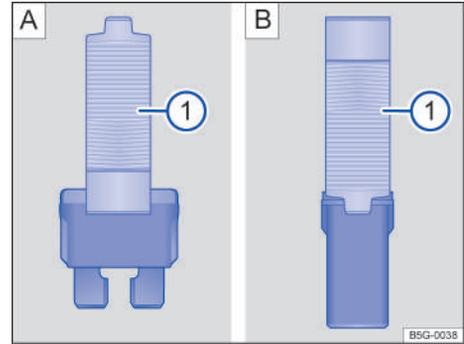

Fig. 211 Retirar o colocar el fusible con la pinza de plástico: **A**: fusible plano, **B**: fusible de bloqueo.
- De ser necesario, retirar la pinza de plástico → fig. 211 ① de la cubierta de la caja de fusibles.
- De acuerdo con la versión del fusible, colocar las garras adecuadas del alicate plástico → fig. 211 [A] ① o → fig. 211 [B] ① de forma lateral en el fusible.
- Si el fusible está quemado, sustituir el fusible por uno nuevo de la *misma* intensidad de corriente (mismo color e inscripción) y del *mismo* tamaño → ①.